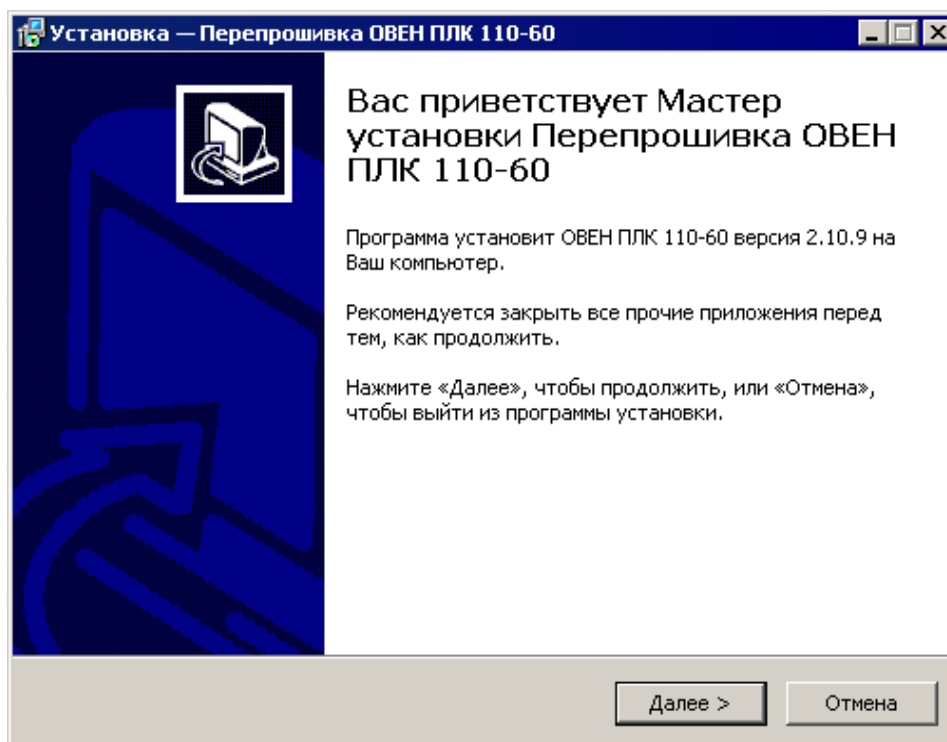

Рисунок 10.8 – Окно программы смены прошивки (ПО микроконтроллера)
- 2) Запустить программу смены прошивки (ПО микроконтроллера) – например, щелчком на ярлыке программы (  ). В открывающихся окнах программы – выполнять действия, описание которых приведено в окне. Например, см. рисунок 10.8.